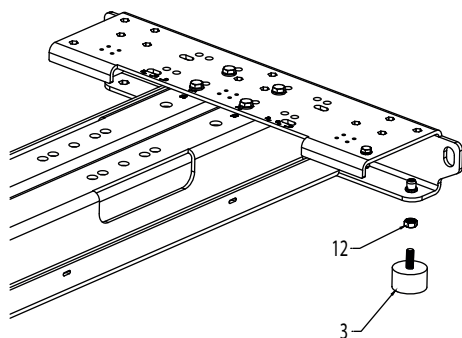

Fig. 3: Compensation de hauteur
Pour améliorer la stabilité, il est possible de compenser légèrement la hauteur avec les amortisseurs de vibration dans le châssis (Fig. 3, pos. 3).
- Desserrer le contre-écrou (Fig. 3, pos. 12).
- Le cas échéant, visser ou dévisser les amortisseurs de vibration (Fig. 3, pos. 3).
- Resserer le contre-écrou (Fig. 3, pos. 12).
- S'assurer que tous les amortisseurs de vibration sont montés et dûment bloqués à l'aide des écrous filetés (Fig. 3, pos. 12).